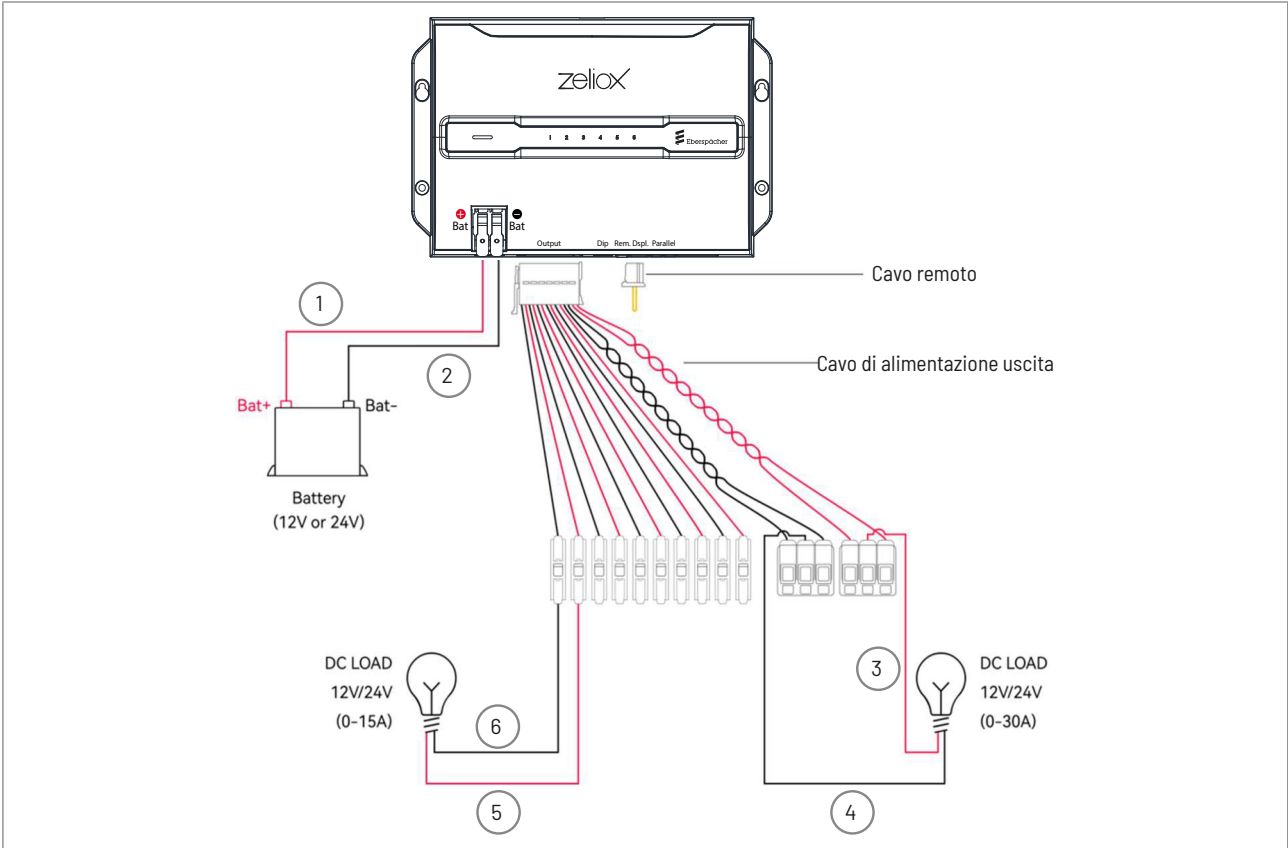

Figura 3: Cablaggio singolo
- > Rimuovere il cappuccio parapolvere dal terminale di ingresso, collegare BAT- al morsetto negativo della batteria e BAT+ al morsetto positivo della batteria. Vedi Figura 3.
- > Collegare l'uscita «-» al DC load- e l'uscita «+» al DC load+ Vedi Figura 3.